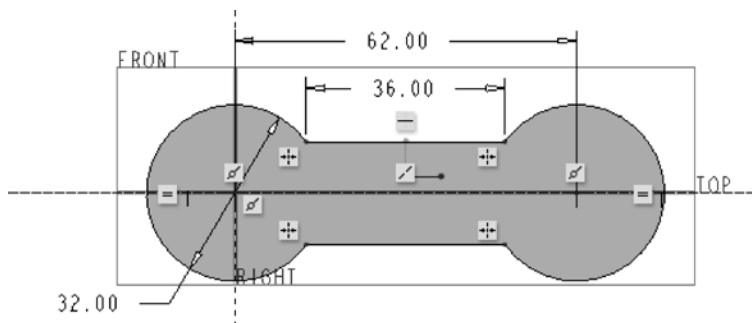

图 5-190 绘制图形
(1) 单击  (拉伸) 按钮, 打开“拉伸”选项卡。
(2) 选择 FRONT 基准平面定义草绘平面，快速进入内部草绘器。
(3) 绘制图 5-190 所示的剖面，单击✔（确定）按钮。